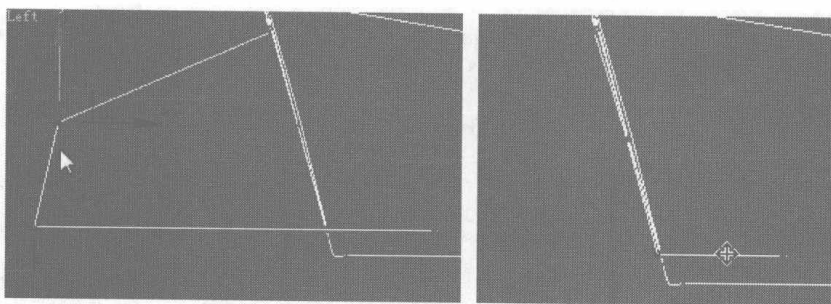
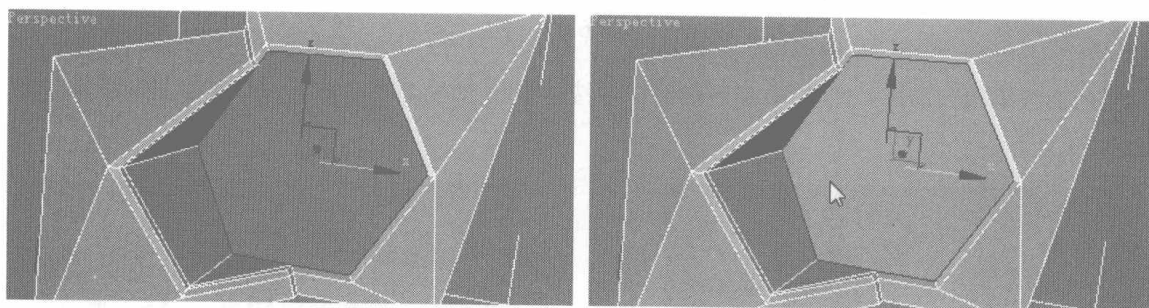

图 6.74
图 6.75
- 11 在 Left 视图中调整拉伸出来的面上的节点，如图 6.74 所示，然后切换为曲线编辑，选择如图 6.75 所示的曲线，在 Edit Borders 卷展栏中单击 **Cap** 按钮，为其添加一个封闭的面。